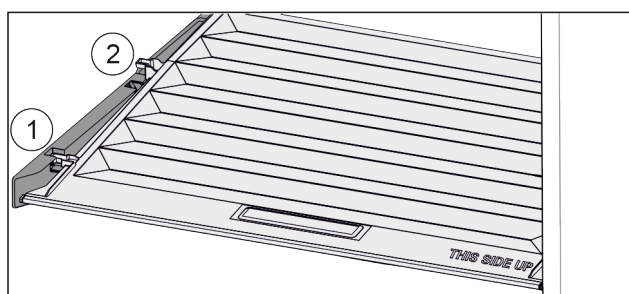

Fig. 26
- ▶ Deckel bis zur Öffnung in den Halteteilen nach vorne ziehen Fig. 26 (1).
- ▶ Hinten von unten anheben und nach oben wegnehmen Fig. 26 (2).